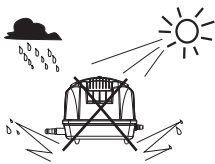

Рис. 1
3. Воздушный насос не может быть установлен в условиях высокой температуры, солнечного света, дождя, выщелачивания воды, пыли и т.д. (Рис. 1)